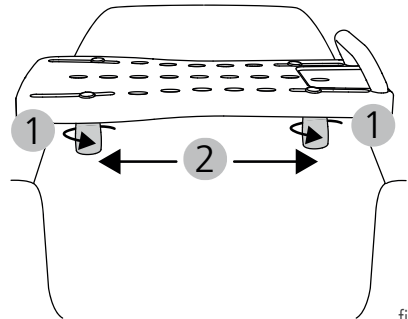

fig. 3
1. Desserrez les patins de fixation situés sur le dessous de la planche de bain (ne pas les dévisser complètement) (fig. 3, 1).
3. Faites coulisser les patins de fixation uniformément contre le bord intérieur de la baignoire (fig. 3, 2) et serrez-les fermement.